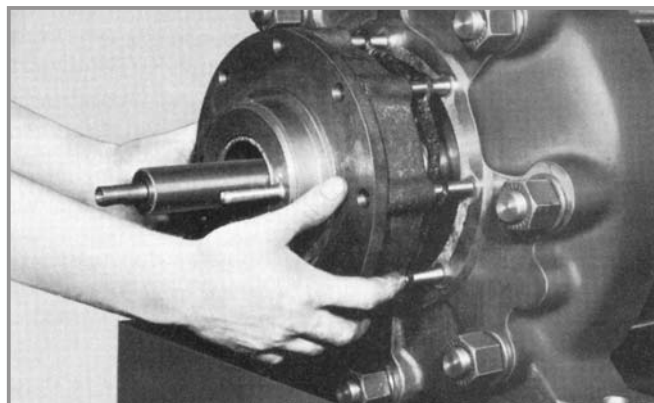

Fig. 38 - Extração da caixa de gaxeta
12. Extrair a caixa de gaxeta (451) e dentro desta sairá os anéis de gaxeta (461) (vide Fig. 38).